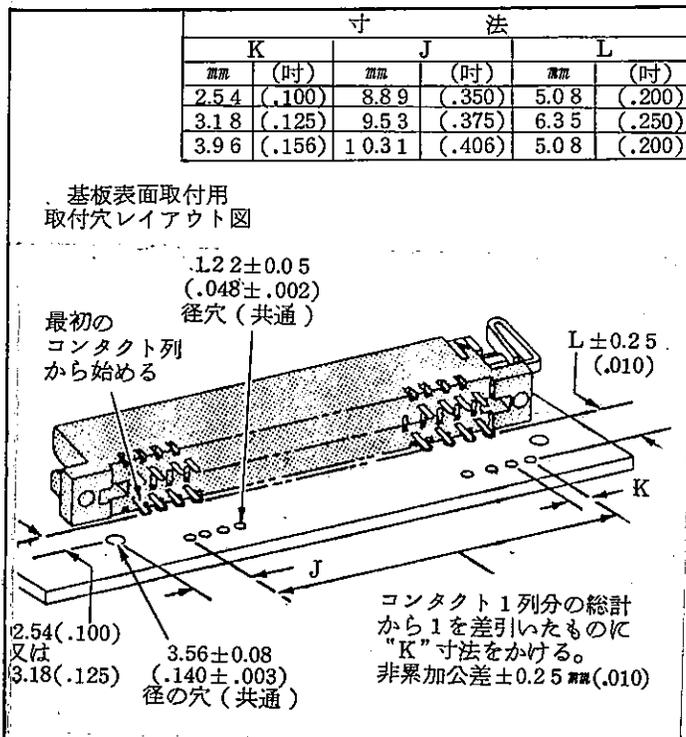

FIG. 4
(はんだ付けタインとポスト付コネクタ) Fig.4参照
1. Fig.4に示した寸法によって、取付用基板上にレイアウトを定めて下さい。